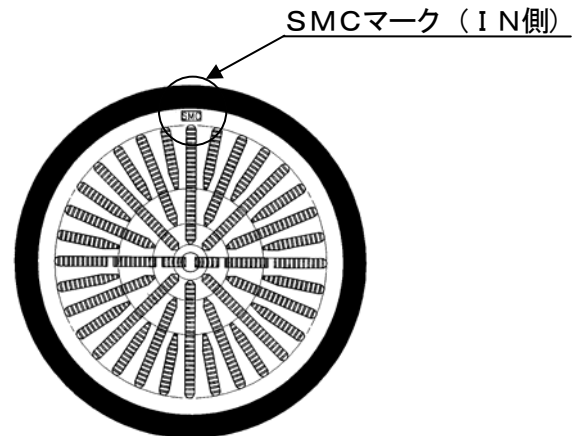

図2. エレメント
- ①新しいエレメントを密封包装から取出します。エレメントは、すべて完全性検査合格品ですから、絶対に分解しないでください。
- ②エレメントのIN/OUTを確認して、IN側がケースのIN側になるようにセットしてください。エレメントはSMCマークの付いている方がINになります。(図2. 参照)
- ③エレメントをIN/OUTのケースではさんでから、Vクランプを取付けてください。
- ④ボルトのT部をサドルラッチにセットしてください。
- ⑤ナットを規定のトルクで締付けてください。